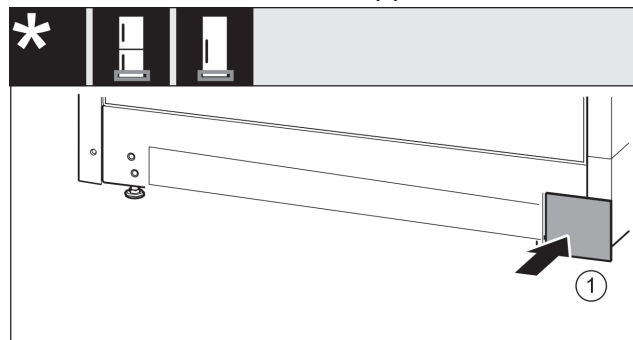

Fig. 37
- ▶ Kryt opět nasadte na druhé straně. Fig. 37 (1)